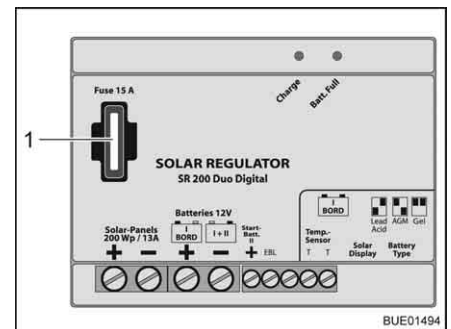

Bild 117 Säkring laddningsregulator för solpanel 140/200 W
- Byt flatsäkring 15 A/blå (Bild 117,1).